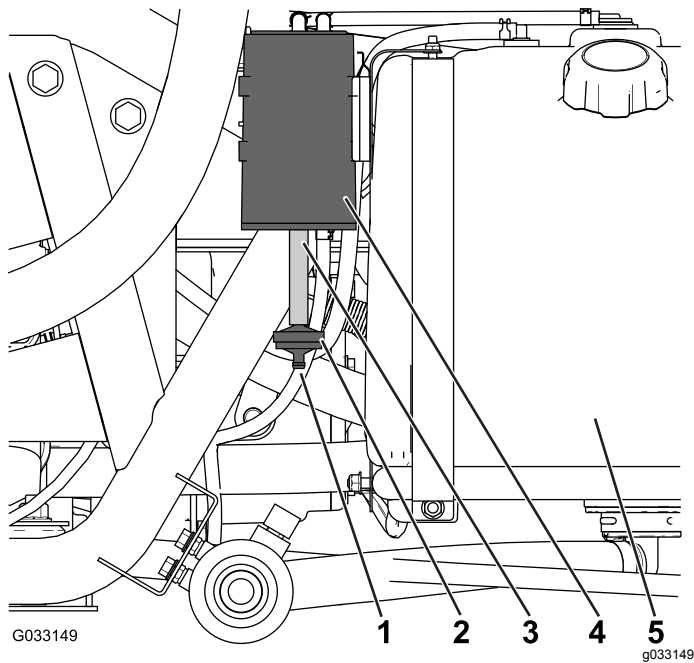

図 45
カーボンキャニスタのエアフィルタの開口部を点検し、汚れていないこと、ごみや異物や通気の障害になるものが入っていないことを確認する 図 45。
1. カーボンキャニスタの底部についているカーボンキャニスタ用フィルタのバンプ鋸歯フィッティングをホースから外し、フィルタを外す 図 45。